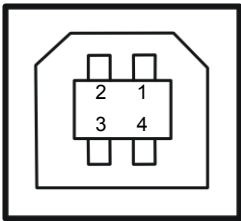

图 D-4 USB-B 型插座
1. USB 接口插座为 USB-B 型插座（如图 D-4 所示）。